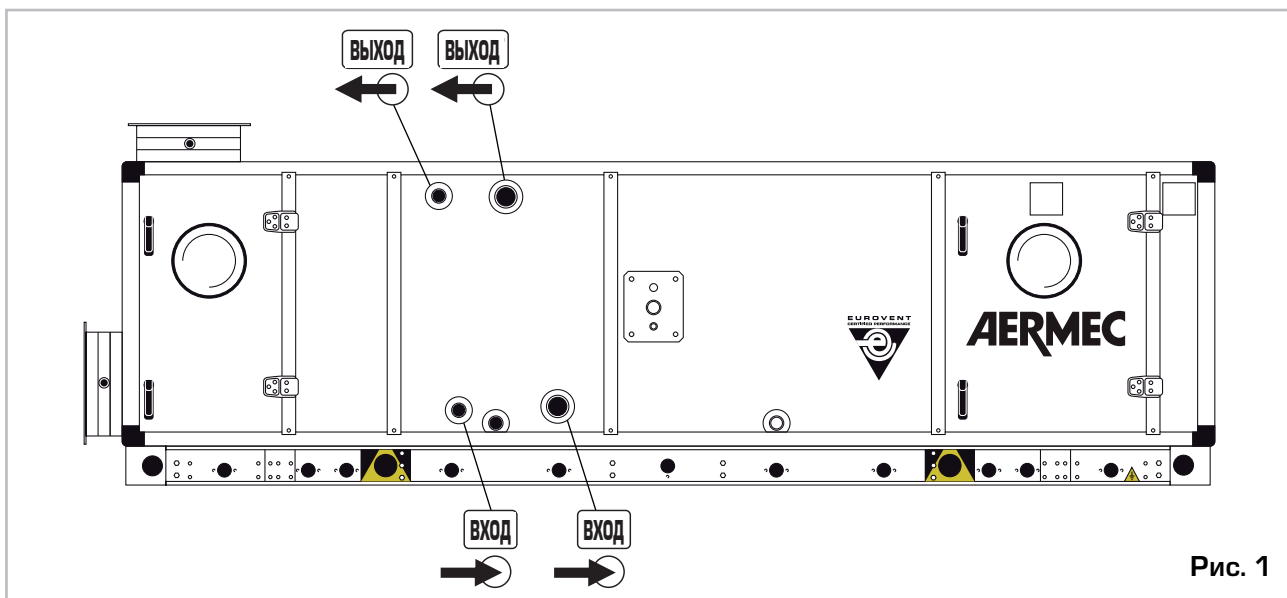

Рис. 1
– Впускные и выпускные отверстия для воды должны быть расположены таким образом, чтобы обеспечить противоточный теплообмен: следует соблюдать указания табличек "ВПУСК ВОДЫ" (ENTRATA ACQUA) и "ВЫПУСК ВОДЫ" (USCITA ACQUA) (см. рис. 1 и 2). Обычно теплообменники с правосторонним подключением имеют подвод снизу, а с левосторонним – сверху.